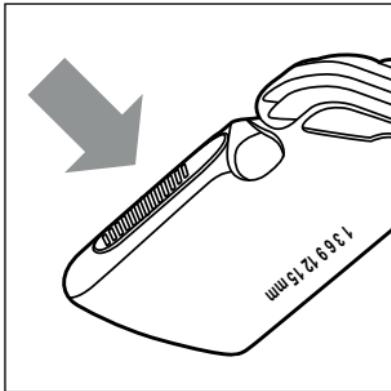

Fig. 5
- Appuyez sur le bouton lorsque vous faites glisser le sabot **10/11** vers le haut ou vers le bas (voir fig. 5). Le sabot **10/11** se détache et bouge ainsi plus facilement de l'encliquetage.
- Appuyez sur le dessus du bouton lorsque vous faites glisser le sabot **⑩/⑪** vers le haut ou vers le bas (voir fig. 5). Le sabot **⑩/⑪** se détache et bouge ainsi plus facilement de l'encliquetage.
- ◆ Utilisez l'appareil sans sabot **⑩/⑪** uniquement avec la tête de coupe **①**, pour couper les cheveux très courts ou pour couper contours et barbe. Vous pouvez ainsi couper des longueurs de cheveux régulièrement de 1 - 2 mm.